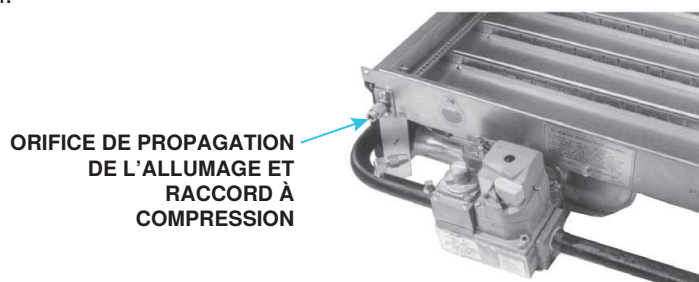

Figure 60. Installation de orifice de propagation de l'allumage et raccord de compression
- a. Installez l'orifice de propagation et le raccord de compression tel qu'illustré à la **Figure 60**. Si l'orifice de propagation s'insère difficilement dans le tube de propagation de l'allumage, tapotez légèrement l'orifice pour le mettre en position.